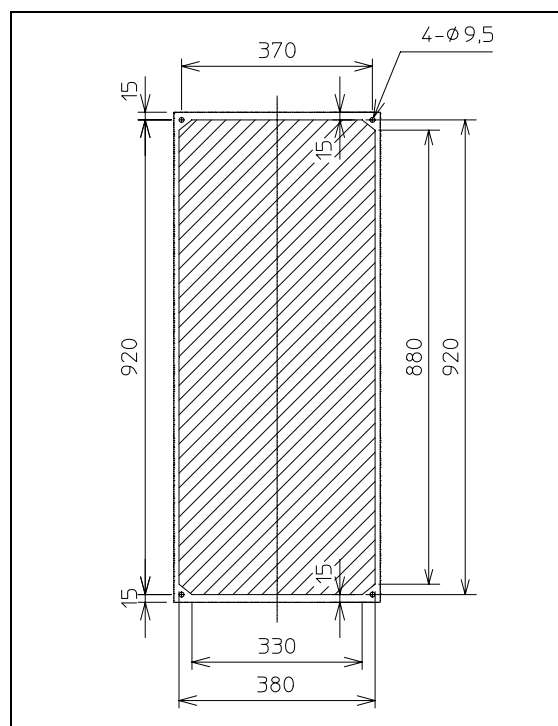

図2-4. パネルカット図
1. 図2-4のパネルカット図に従って、開口部を取付け面に加工してください。